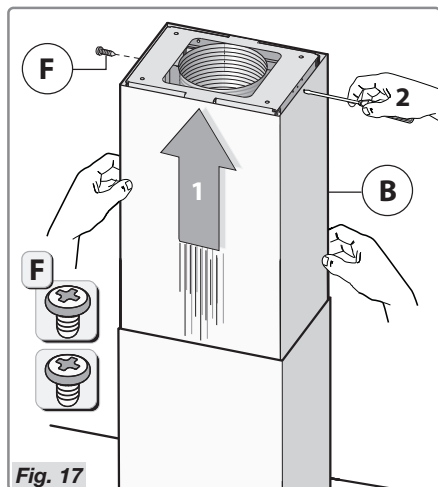

Fig. 17
- Forbind akslen **B** til loftspladen med de to skruer **F** (fig. 17).